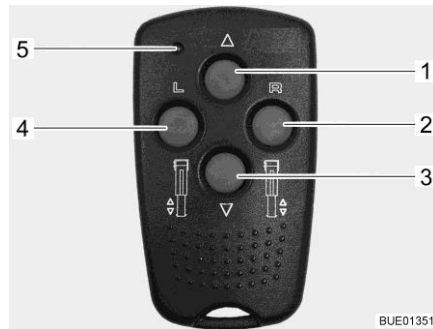

Bild 50 Fjärrstyrning för elektriska stödben
- Förval: Stödben vänster (Bild 50,4)
- Förval: Stödben höger (Bild 50,2)
- Köra in stödben (Bild 50,1)
- Köra ut stödben (Bild 50,3)
Vid varje knapptryckning blinkar kontroll-LED:n (Bild 50,5).
- Tryck in förvalsknappen för stödbenssidan (Bild 50,2 eller 4) i ca 1 sekund.
- Tryck inom 2 sekunder in knappen "Köra ut stödben" (Bild 50,3) och håll den intryckt tills stödbenet (Bild 52,4) ligger an mot marken.
- Tryck inom 2 sekunder in knappen "Köra in stödben" (Bild 50,1) och håll den intryckt tills stödbenet (Bild 52,4) körts in helt. När stödbenet körts in helt ljuder en kontrollsignal.